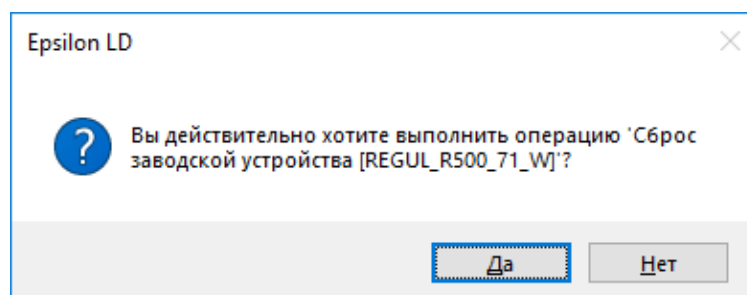

Рисунок 129 – Окно подтверждения операции
- в появившемся контекстном меню выберите пункт **Сброс заводской устройства [REGUL...]**. Откроется окно подтверждения операции (Рисунок 129);